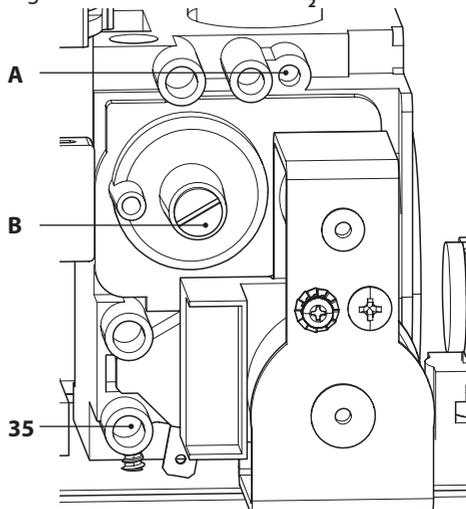

Figura 7.6
- A caldaia spenta (fuori servizio), controllare la pressione di alimentazione utilizzando la presa 35 in Figura 7.6 e confrontare il valore letto con quelli riportati nella tabella Pressioni di alimentazione gas nella sezione "Dati tecnici" pag. 30.
- Richiudere bene la presa di pressione 35 in Figura 7.6.
tappo in ottone di protezione **B** e agire sulla vite a brugola  $\varnothing$  4 mm sottostante Figura 7.6, girando in senso orario il **CO2** aumenta.
- Se i due dati non coincidono agire sulla vite regolazione massimo RQ (A in Figura 7.6) della valvola gas e tarare il  $\text{CO}_2$  allo stesso valore riportato nella sezione "Dati tecnici" in tabella "Dati in sanitario" pag. 30 (modello M260BJ.2025SM/T) e pag. 34 (modello M260BJ.3035SM/T). Girando in senso orario il  $\text{CO}_2$  diminuisce.